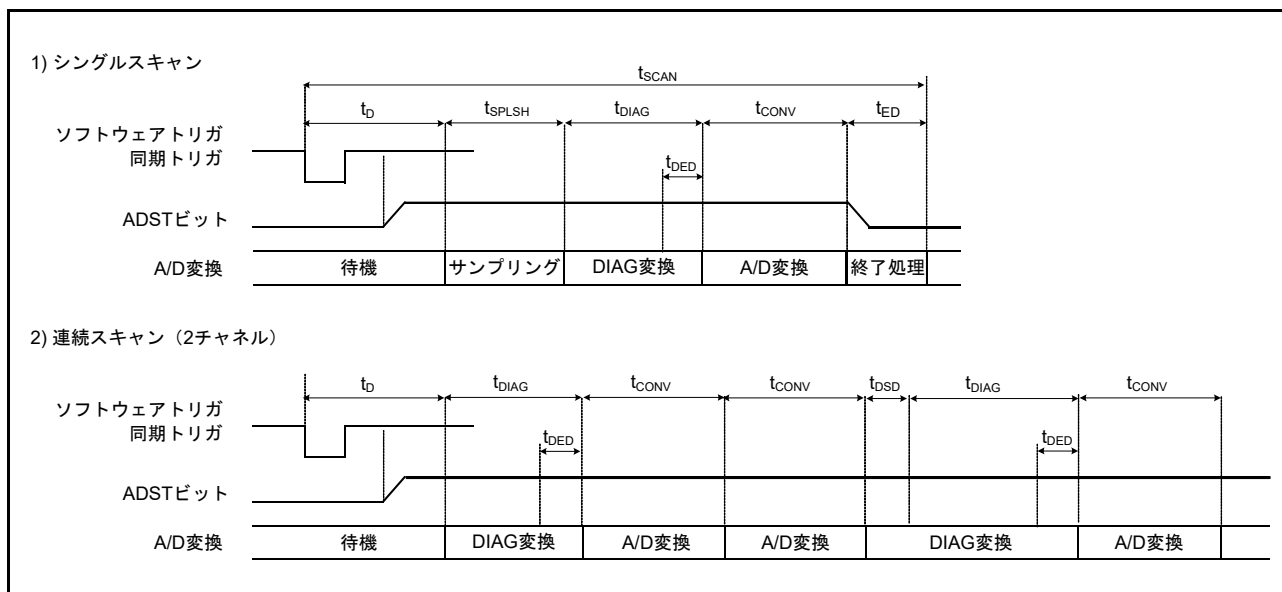
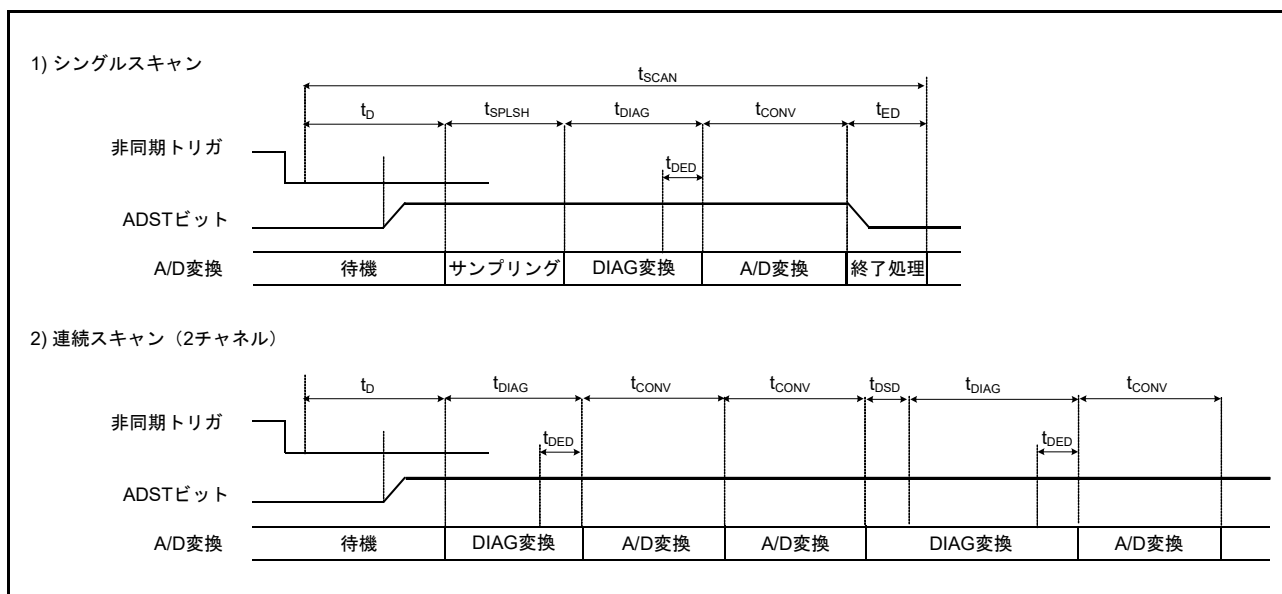

図 35.34 スキャン変換のタイミング (ソフトウェア起動または同期トリガ入力 (ELC) 起動の場合)
図 35.35 スキャン変換のタイミング (非同期トリガ入力 (ADTRG0) 起動の場合)
図 35.34 に、ソフトウェアトリガと同期トリガ (ELC) 起動によるスキャン変換を行う場合のタイミングを示します。また、図 35.35 に、非同期トリガ (ADTRGn) 起動によるスキャン変換を行う場合のタイミングを示します。スキャン変換時間 ( $t_{SCAN}$ ) は、スキャン変換開始遅延 ( $t_D$ )、チャンネル専用サンプル&ホールド回路処理時間 ( $t_{SPLSH}$ ) (注 1)、断線検出アシスト処理時間 ( $t_{DIS}$ ) (注 2)、自己診断変換時間 ( $t_{DIAG}$ ) (注 3)、A/D 変換処理時間 ( $t_{CONV}$  および  $t_{DSD}$ )、チャンネル専用サンプル&ホールド回路終了処理時間 ( $t_{SHED}$ ) (注 4)、スキャン変換終了遅延 ( $t_{ED}$ ) を含めた時間となります。
- 注 1.  $t_D$ ,  $t_{SPLSH}$ ,  $t_{DIAG}$ ,  $t_{CONV}$ ,  $t_{ED}$  の各タイミングについては、図 35.34 および図 35.35 を参照してください。